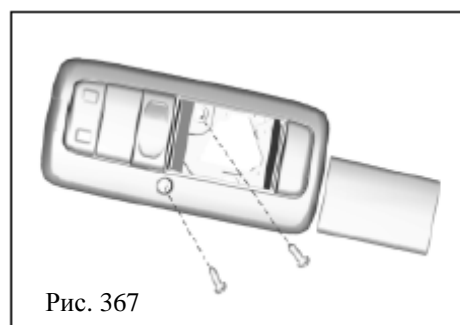

Рис. 367
2. С помощью отвертки снимите два винта (рис. 367)(будьте аккуратны, следите за тем, чтобы не прикасаться к лампе)